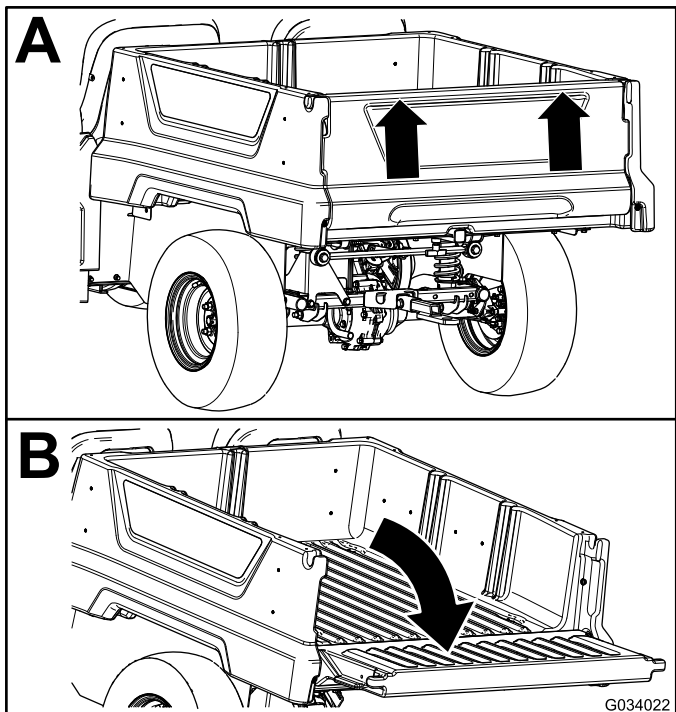

Figura 15
2. Usando ambas as mãos, eleve a porta traseira usando a aresta próxima do topo da porta traseira (Figura 15).
3. Desça a porta traseira até que esteja em contato com a plataforma de carga (Figura 15).